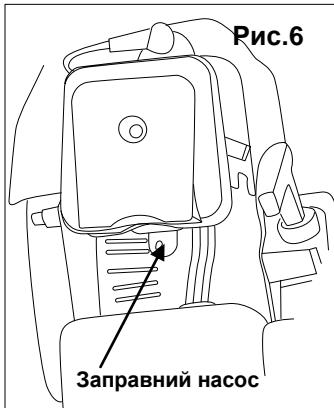

Рис.6
3. Декілька разів запустіть заправний насос до досягнення потоку палива з прозорою трубки (Рис.6).